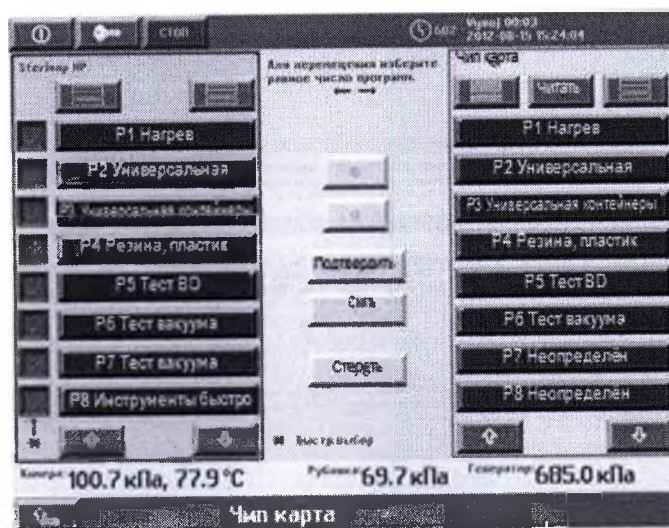

Рисунок 41 Удаление программ
- Нажмите кнопку «Удалить», а затем кнопку «Подтвердить» рисунок 41.